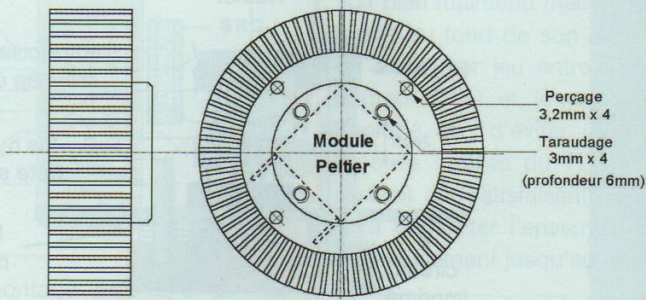

Fig. 17b: corps
- Le corps du boîtier (figure 17b)